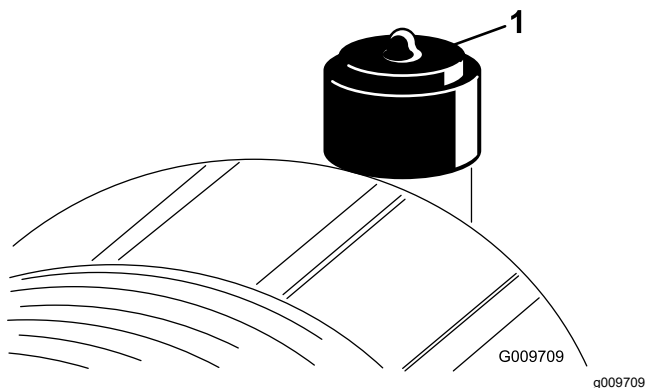

Bild 86
Warten Sie den Luftfilter nur, wenn die Wartungsanzeige dies angibt (Bild 86). Das frühzeitige Auswechseln des Luftfilters erhöht nur die Gefahr, dass Schmutz in den Motor gelangt, wenn Sie den Filter entfernen.
9. Stellen Sie die Anzeige (Bild 86) zurück, wenn sie auf Rot steht.